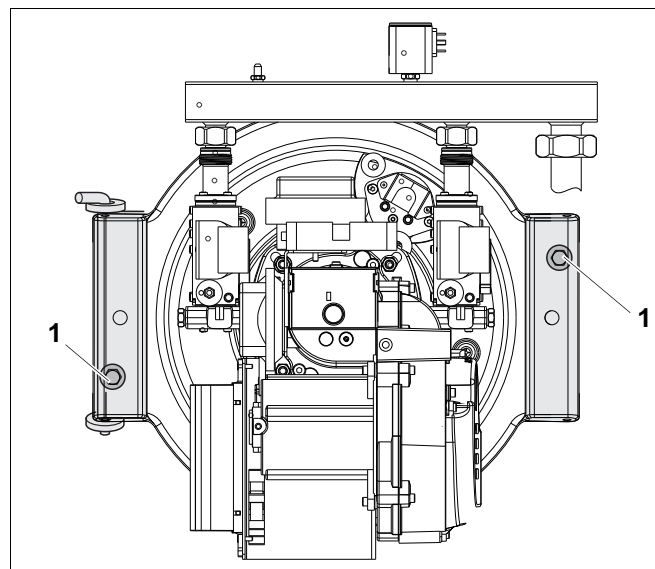

Рис. 32 Подтяжка болтов на дверце горелки
- Подтяните крепежные болты дверцы горелки (рис. 32, поз. 1) в теплом состоянии с моментом 10–15 Нм.